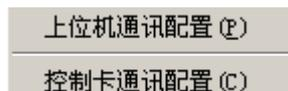

图 3-10
8、**通讯配置菜单**：如图 3-10 包含上位机通讯配置、控制卡通讯配置。